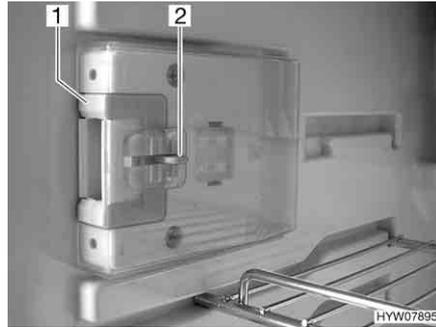
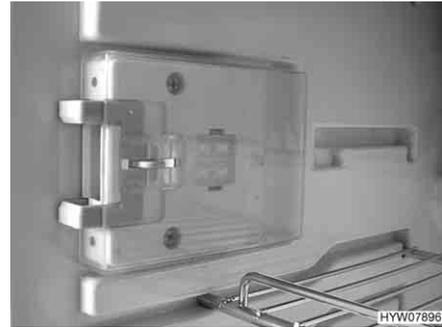

Fig. 175 Dispositivo de cierre en posición normal
Fig. 176 Dispositivo de cierre en posición de ventilación
- Hundir el desbloqueo (Fig. 175,2).
- Empujar el dispositivo de cierre (Fig. 175,1) hacia delante (Fig. 176).